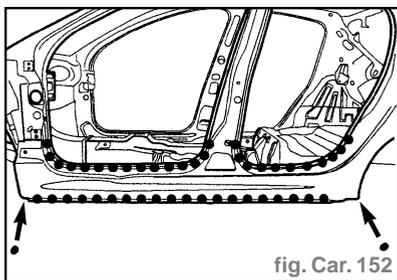

fig. Car. 152
- Souder par points électriques (avec l'équipement **AB1**) (fig. Car. 152).